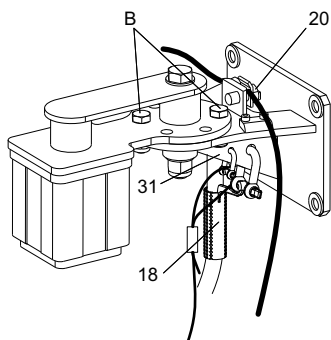

Рис. 25 Кронштейн верхнего крепления с подъёмным и страховочным тросами и кабельным разъёмом.
20. Прикрепить фиксатор кабеля (поз. 18) к кронштейну верхнего крепления с помощью скобы и протянуть через него кабель электродвигателя насколько это необходимо. См. рис. 25. Кабель электропитания должен быть слегка натянут.